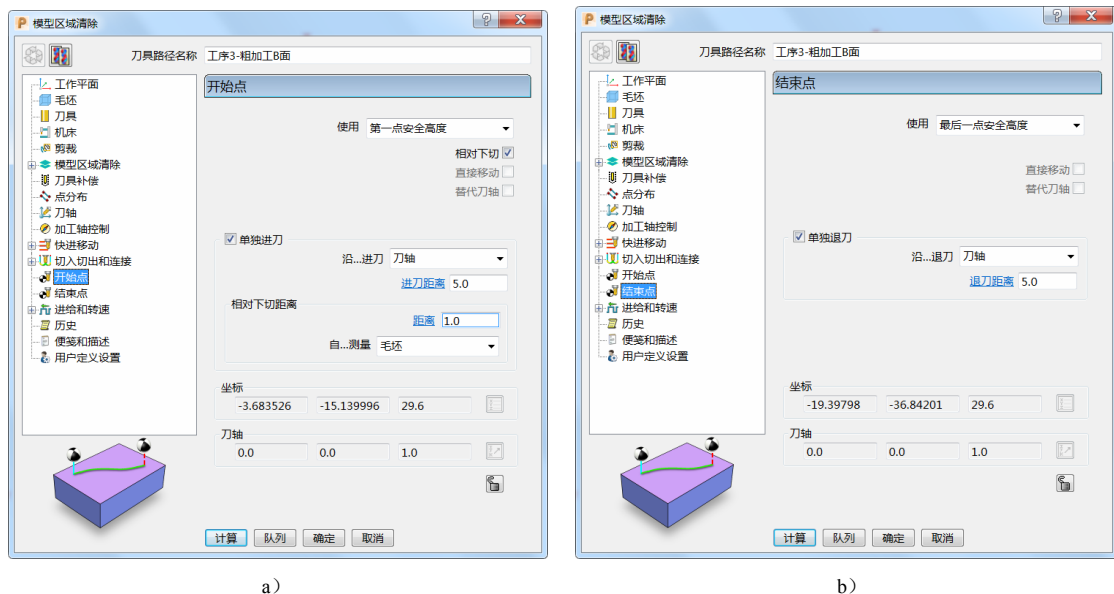

图 6-21
9) 开始点和结束点: 开始点选择“第一点安全高度”, 结束点选择“最后一点安全高度”。勾选“相对下切”“单独进刀”及“单独退刀”, 设定进刀距离“5.0”, 相对下切距离“1.0”, 自毛坯测量, 退刀距离“5.0”, 沿刀轴进刀与退刀。(图 6-21)